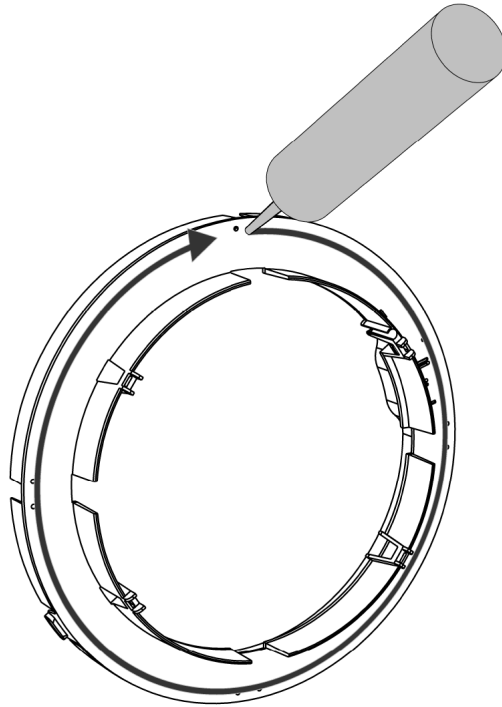

Abbildung 18 - Aufbringen einer elastischen Fuge an der Wandabdeckung
Die Wandabdeckung (5) muss nun angebracht werden. Zuvor muss auf der Rückseite der Wandabdeckung eine elastische Fuge aufgebracht werden, siehe Abbildung 18.